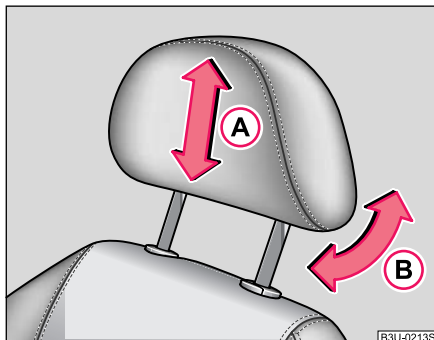

Fig. 44 Ajustar el reposacabezas
- Debe asir el reposacabezas por los lados con las dos manos y desplazarlo en el sentido de la flecha **A** hacia arriba o hacia abajo ⇒ **fig. 44**. El máximo efecto protector se alcanza cuando el borde superior del reposacabezas se encuentra, por lo menos, a la altura de los ojos o por encima.
- Puede adaptar el reposacabezas a la cabeza inclinándolo en el sentido de la flecha **B** ⇒ **fig. 44**. Mediante la adaptación del reposacabezas aumenta el confort durante la marcha.